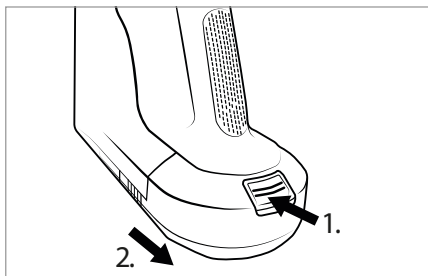

Bild 13
- ♦ För att ta ut batteriet 2 håller du upplåsningsknappen för batteriet 1 intryckt och drar ut batteriet 2 ur dammsugaren (se bild 13).